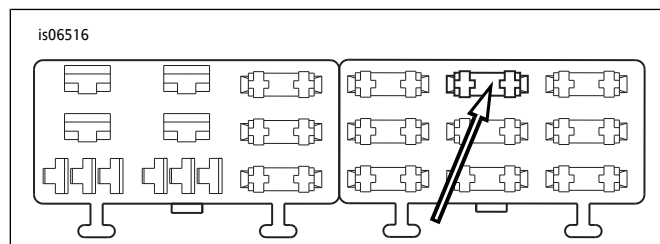

图9。“P&AIGN”保险丝盒空腔(2004-2010年款软尾)
4. 参见图9。在右保险丝盒中找到保险丝盒盖上标为“P&A IGN”的保险丝空腔（1）。插入橙色/白色适配线接线端，直至其停止。参照附近的工厂安装接线端进行对比，检查确认朝向和深度是否正确。